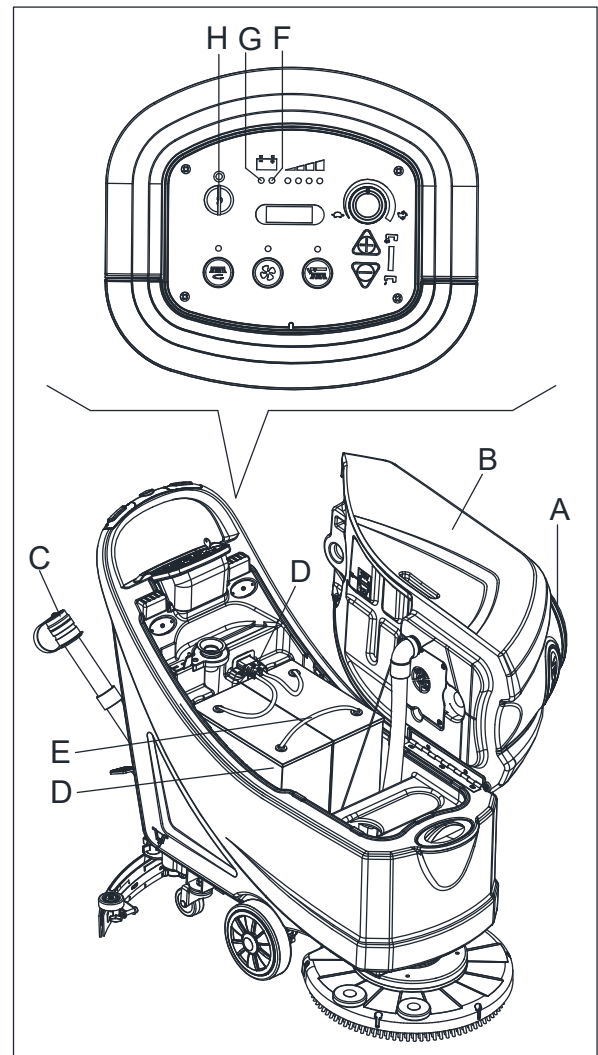

Figura 14
1. Deschideți capacul (A, Figura 14) și verificați ca rezervorul de apă recuperată (B) să fie gol. Dacă nu este, goliți-l cu ajutorul furtunului de scurgere (C).
3. Rotiți cheia de contact (H) la poziția "0".
4. Cu atenție ridicați rezervorul (B).
- Verificați nivelul electrolitului din interiorul bateriilor (D); dacă este necesar completați-l prin capacele (E).
- Lăsați toate capacele bateriei (E) deschise pentru următoarea încărcare.
- Dacă este necesar, curățați suprafața superioară a bateriilor (D).